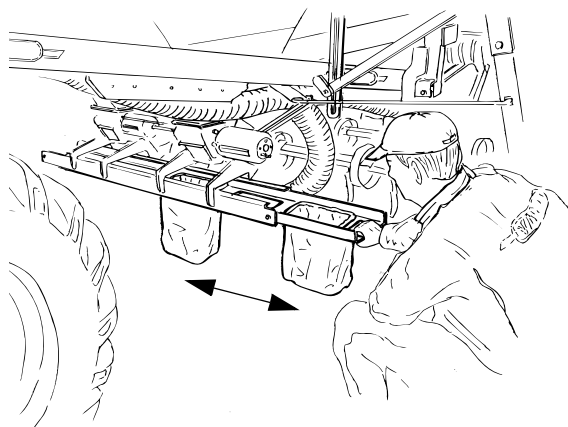
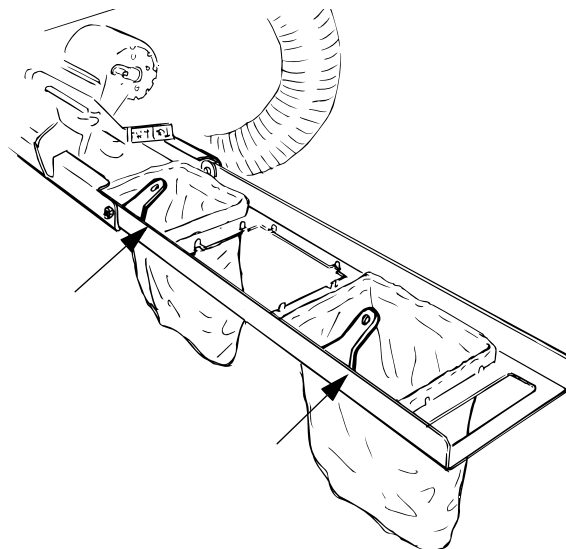

Figure 14.60
Figure 14.61
- 3 Vytáhněte sáně a umístěte kalibrační pytle do dvou vnějších otvorů, viz "Figure 14.60" a "Figure 14.61". Přesvědčte se, zda rukojeti pytlů směřují správným směrem. Zatlačte kalibrační sáně proti aretačnímu zařízení tak, aby pytle skončily pod příslušnou výsevní jednotkou (vztahuje se pouze na stroje opatřené kalibračními sáněmi).